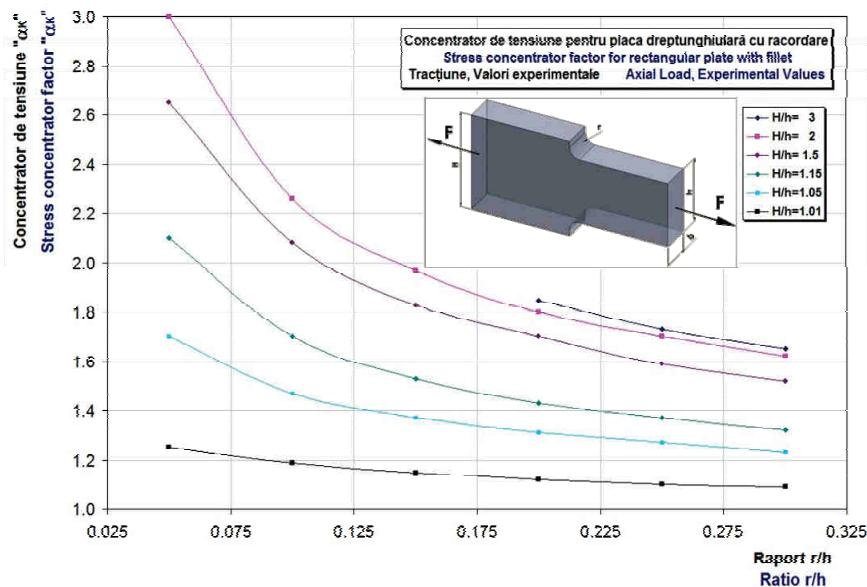

Fig. 12.1
Placa dreptunghiulară din fig. 12.1, compusă din tronsoanele „Hxbx100” respectiv „hxbx100” racordate prin raza „r” este supusă la tracțiune cu o forță  $F=100000$  N. Aplicația abordează studiul numeric al concentratorului de tip racordare pentru o placă de secțiune dreptunghiulară supusă solicitării de întindere și oferă o comparație a rezultatelor numerice cu cele determinate experimental, pentru diferite valori ale raportului „ $H/h$ ” și ale razei „ $r$ ”. Efectul cantitativ al concentratorului asupra mărimii efortului unitar maxim „ $\sigma_{max}$ ” este contabilizat prin coeficientul de concentrare „ $\alpha_k$ ” conform relațiilor (1) și 2, unde mărimea „ $\sigma_n$ ” din rel. (1) reprezintă efortul unitar nominal în secțiunea „bxh”, calculat prin relația clasică din rezistență, pentru cazul solicitării de întindere.
Studiile experimentale efectuate pe concentratorul de tensiune au fost efectuate în regim elastic și pentru solicitări statice. În aceste condiții s-a constatat că coeficientul de concentrare este independent de material, fiind funcție numai de parametrii geometrici „ $r/h$ ” respectiv „ $H/h$ ”. Variația concentratorului „ $\alpha_k$ ” funcție de raportul „ $r/h$ ” pentru valori parametrice ale raportului „ $H/h$ ” este prezentată grafic în fig. 12.1 [6]. Se observă că influența concentratorului crește semnificativ odată cu creșterea raportului „ $H/h$ ” respectiv cu reducerea raportului „ $r/h$ ” respectiv.
The rectangular plate from fig. 12.1, consisting of „Hxbx100” and „hxbx100” boxes, that are connected by the radius „ $r$ ”, is subjected to a tensile force  $F= 100000$  N. The application presents a numerical study of the local stress for a fillet with tensile force applied on a rectangular plate and comparative results of the SolidWorks simulation and experimental data, for multiple values of “ $H/h$ ” ratio and “ $r$ ” radius.
The experimental studies on the fillet concentrator were made for elastic regimes and static loads. In these conditions, the material will not influence the local stress value; the main parameters with influence on the local stress value are the geometrical parameters of the „ $r/h$ ” and „ $H/h$ ” ratio. The variation of the „ $\alpha_k$ ” coefficient as a function of the „ $r/h$ ” ratio for parametrical values of the „ $H/h$ ” ratio is presented in fig. 12.1 [6], which shows the increasing influence of the „ $\alpha_k$ ” coefficient for increasing values of the „ $H/h$ ” ratio and reduced values of the „ $r/h$ ” ratio.